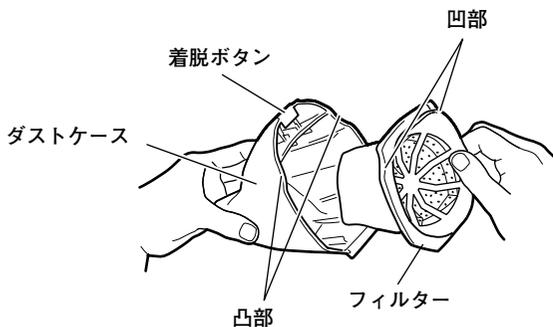

図 3
- (4) フィルターをダストケースに取付けます。フィルターの凹部は、ダストケースの凸部形状に合わせて取付けてください。(10ページの図3参照)